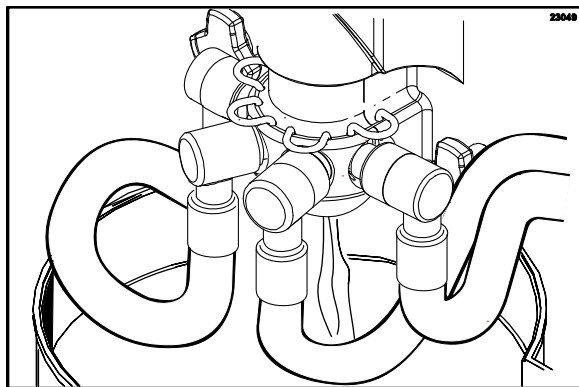

Рисунок 98
6. Слейте продукт из морозильного цилиндра и бачка для смеси. (См. рис. 98)